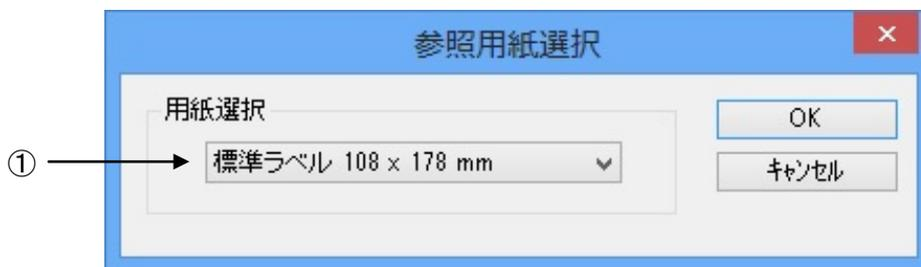

図 1.8.5 参照用紙選択画面
- ①各設定値を登録済みの用紙から参照します。クリックすることにより、図 1.8.5 に示す画面が表示されます。